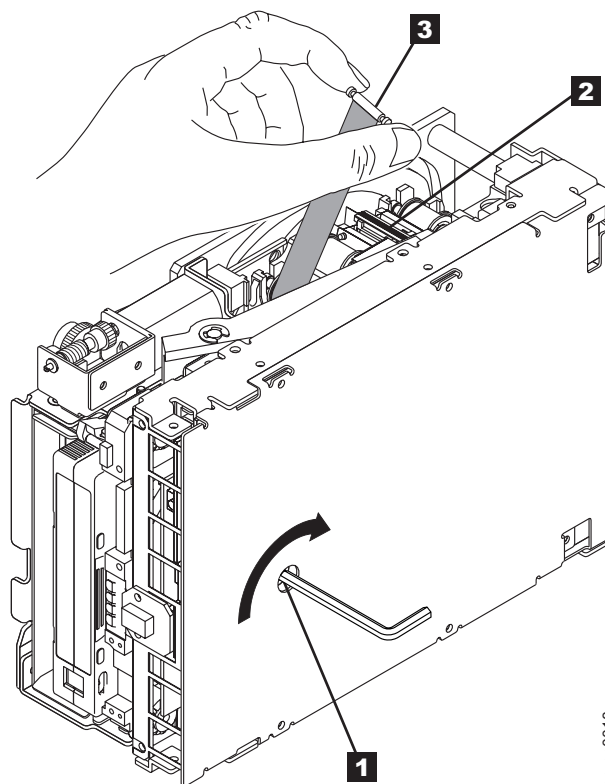

Figure 18. Rembobinage de l'amorce sur la cartouche de bande
5. Placez l'unité face avant vers vous, puis faites-la basculer sur son côté gauche (voir figure 18).
6. Repérez l'orifice d'accès au bas de l'unité (voir **1** dans la figure 18).
8. A l'aide de pinces à becs effilés propres, saisissez l'extrémité de l'amorce et faites-la sortir de la cartouche de bande afin de pouvoir la saisir avec les doigts (voir **3** dans la figure 18).